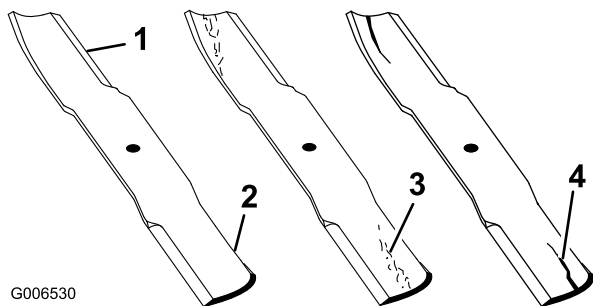

Figura 44
1. Controllate i taglienti (Figura 44). Se i taglienti non sono affilati o presentano intaccature, togliete le lame ed affilatele; vedere Affilatura delle lame.
2. Controllate le lame, in particolare l'area curva (Figura 44). In caso di danni, usura o scanalature nell'area (Figura 44, voce 3) montate immediatamente una nuova lama.